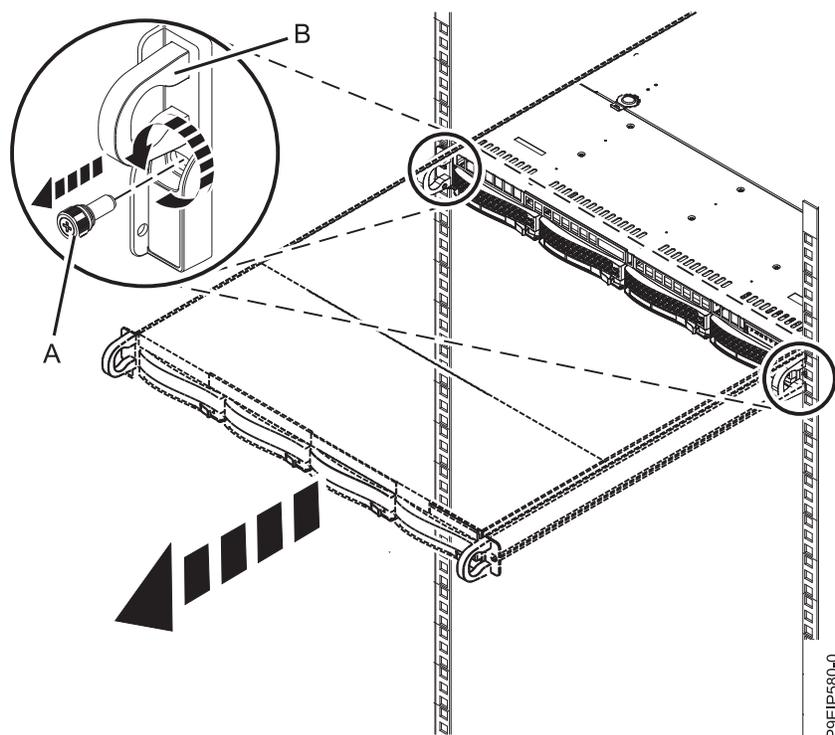

Figura 56. Removendo os parafusos frontais e removendo o sistema do rack
2. Remova os parafusos frontais que prendem o sistema ao rack de ambos os lados do sistema, conforme mostrado na Figura 56.